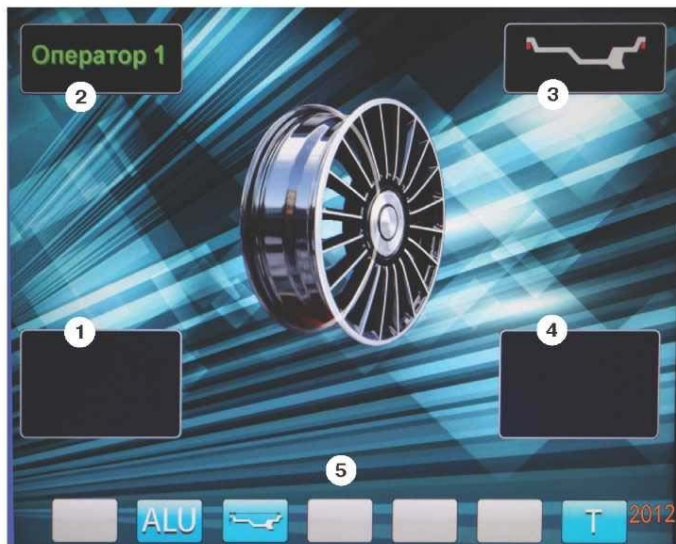

рис.8.2.
8.3. После включения питания СБ на экране монитора отображается фирменная заставка, которая через несколько секунд сменяется отображением экрана основного рабочего режима (рис. 8.2).
Если после введения размеров колеса установился экран ввода геометрических параметров, необходимо перейти в экран основного рабочего режима нажатием кнопки «STOP». Для выбора нужной схемы нажмите кнопку верхнего ряда клавиатуры с соответствующим номером. Выбранная схема установки грузов отображается в окне 3 экрана основного рабочего режима (рис. 8.2).
12.2. При включении СБ программа измерения дисбаланса настраивается таким образом, что дисбаланс менее 8 г (заводская установка) на любой плоскости коррекции не показывается, в этом случае в окнах 1 и 4 (рис. 8.2) высвечиваются «ОК». Минимальный дисбаланс отображающийся в окнах 1 и 4 равен 8 г. Дисбаланс, превышающий 8г, округляется до величины кратной 5, т. е. дисбаланс 9, 10, 11 и 12 г отображается цифрой 10, дисбаланс 13, 14, 15, 16 и 17 г - цифрой 15 и т. д. Для просмотра неокругленного значения дисбаланса или дисбаланса менее 8г. необходимо нажать кнопку «<», при этом в окнах 1 и 4 на 2-3 сек высвечиваются фактические значения дисбаланса, определенные в данном запуске.
12.3.3. Для проверки результатов балансировки снова запустите СБ. Если колесо отбалансировано правильно, на индикаторах 1 и 4 (рис. 8.2.) отображаются символы «ОК».